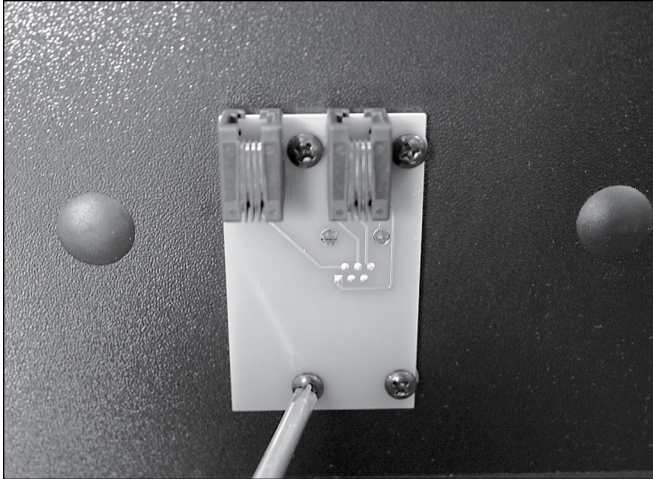

Figure 10. Installation de la carte du connecteur de l'encodeur. Chaque vis a une rondelle qui se place entre la carte de l'encodeur et le panneau latéral.
12. Fixez la carte de connexion de l'encodeur au panneau latéral. Placer une vis à bois dans chacun des quatre trous de la carte de connexion et puis une rondelle sur chaque vis. Glissez les rondelles tout en bas de l'axe de la vis pour empêcher les vis de tomber lorsque vous installerez la carte. L'installation demande un peu de dextérité, ne vous impatientez pas s'il vous faut recommencer plusieurs fois. Alignez les pointes de vis avec les quatre avant-trous dans le panneau latéral de sorte que la prise modulaire s'insère dans la découpe rectangulaire. Vissez ensuite la vis dans les trous avec un tournevis. Voir la **figure 10**.